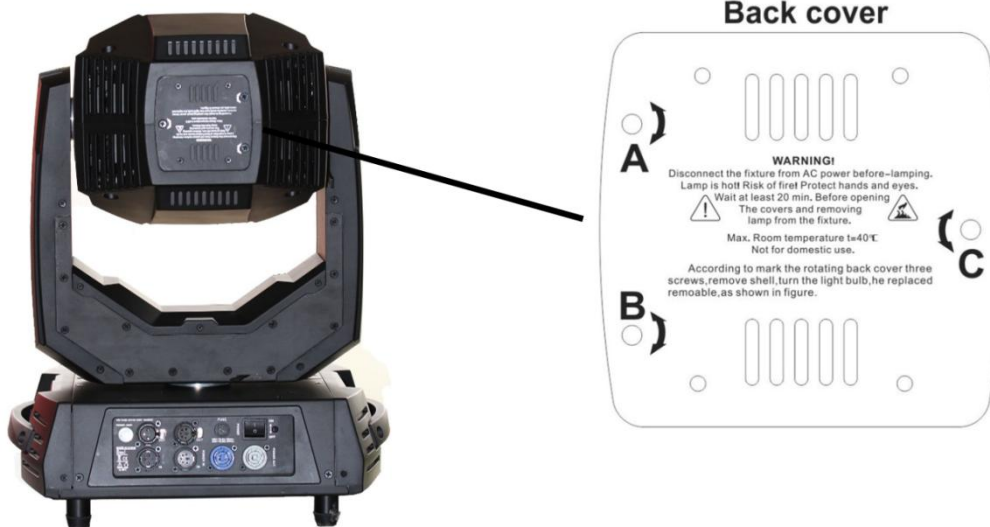

Abbildung 1 – Hintere Abdeckung
- Lösen Sie mit einem Schraubendreher die Schrauben (A-B-C) der hinteren Abdeckung des Geräts. (Abbildung 1)